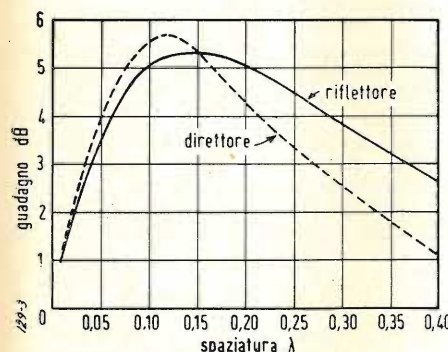

Fig. 3
Il grafico in fig. 3 dà la possibilità di calcolare le dimensioni di un tale adattatore per ogni valore di rapporto di trasformazione d'impedenza desiderato. Ad esempio, volendo adattare l'antenna a spaziatore larga prima descritta, la cui resistenza di radiazione è 28 ohm, ad una linea di 300 ohm, si troverà che il rapporto di trasformazione necessario sarà:
N.d.R. - Il grafico di fig. 3 è ricavato dal volume « The Radio Amateur's Handbook », pag. 323 dell'ediz. del 1951.